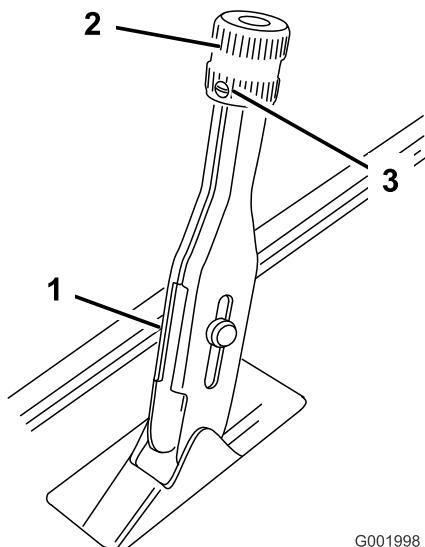

Figura 62
- Afloje el tornillo de fijación que sujetla el pomo a la palanca del freno de estacionamiento (Figura 62).